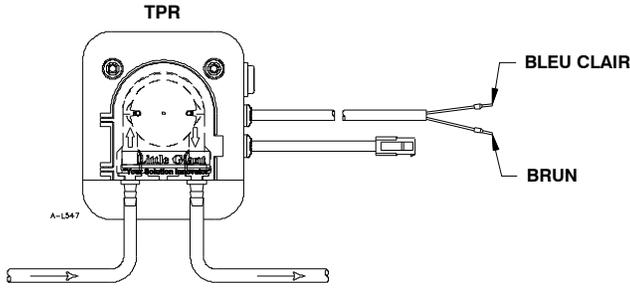

FIGURE 4
Séries TPR (contrôle du réservoir) - Connecter le fil brun à la phase principale (ligne) et le fil bleu à la phase neutre (commun) (Voir la figure 4). S'assurer que l'alimentation est coupée lors de la connexion du réservoir à la pompe. Connecter le câble du réservoir à la pompe en branchant la fiche à quatre (4) broches au câble correspondant sur la pompe.